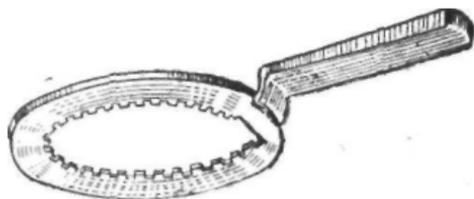

Рис. 29. Приспособление для разборки муфты сцепления.
5. Отвернуть гайку (резьба левая) крепления ведомого барабана сцепления на первичном валу, снять зубчатую шайбу. Для удобства фиксации барабана от проворота можно изготовить и использовать несложное приспособление (рис. 29). Оно состоит из ведомого диска сцепления, к которому приварена рукоятка.
4. Установить зубчатую шайбу и надежно завернуть на первичном валу гайку крепления ведомого барабана, используя приспособление (рис. 29).